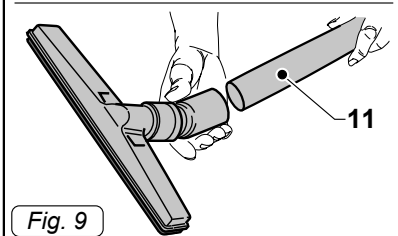

Fig. 9
- Agganciare alle prolunghe rigide (11 Fig.9) l'accessorio voluto (bocchetta di aspirazione, spazzola a pennello, bocchetta a lancia, ecc..)